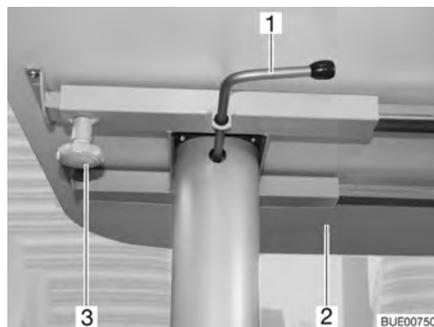

Fig. 72 Table à hauteur réglable, coulissante
- Desserrer la vis moletée (Fig. 72,3).
- Déplacer le plateau (Fig. 72,2) dans la position désirée.
- Faire basculer le levier de verrouillage (Fig. 72,1) vers la gauche. Le verrouillage du mécanisme de réglage de la hauteur est ouvert.
- Appuyer le plateau de table (Fig. 72,2) au milieu vers le bas jusqu'à la butée et le maintenir appuyé.
- Faire basculer le levier de verrouillage (Fig. 72,1) vers la droite (Fig. 72). Le mécanisme de réglage de la hauteur est verrouillé.
- Faire basculer le levier de verrouillage (Fig. 72,1) vers la gauche. Le verrouillage du mécanisme de réglage de la hauteur est ouvert. Le plateau de table s'élève jusqu'à la butée.
- Faire basculer le levier de verrouillage vers la droite (Fig. 72). Le mécanisme de réglage de la hauteur est verrouillé.